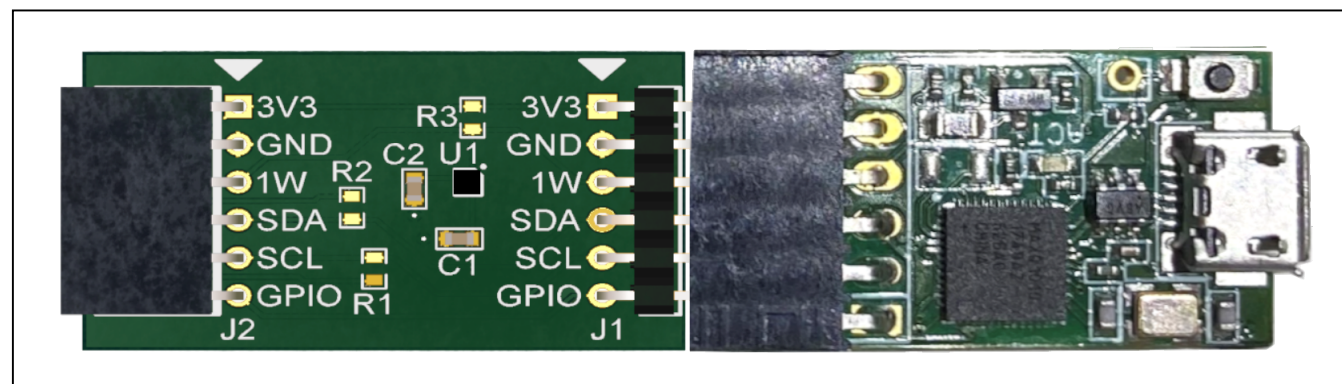

Figure 6. DS9481P-300# and DS28E30 PCB Interface Board
- 7) Connect the DS28E30 Interface PCB board into the DS9481P-300# (Figure 6).